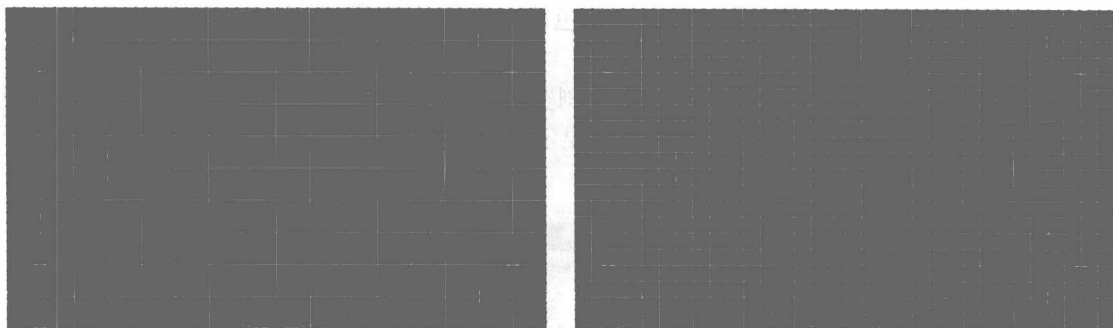

图 12-12 几何测试
步骤② 在测试画面中单击“几何”按钮，开始测试图像的几何失真度，测试时看一下四个角上和中间的圆形是否为正圆，还要看屏幕上的方块是否是正方形，如果不是，就要进行调节，直至准确为止，如图 12-12 所示。